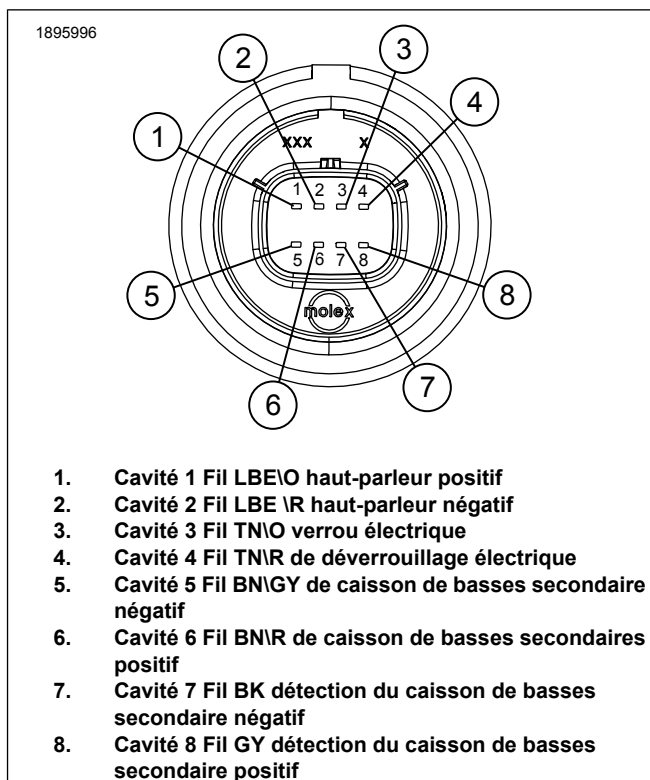

Figure 5. Affichage du connecteur de panneau à 8 voies [288A]
- a. Voir la Figure 5. À l'aide du faisceau audio/verrouillage retiré plus tôt de la sacoche, insérez la borne du fil de verrouillage électrique TN/O dans la cavité 3 (3).
- b. Insérez la borne du fil de déverrouillage électrique TN/R dans la cavité 4 (4).